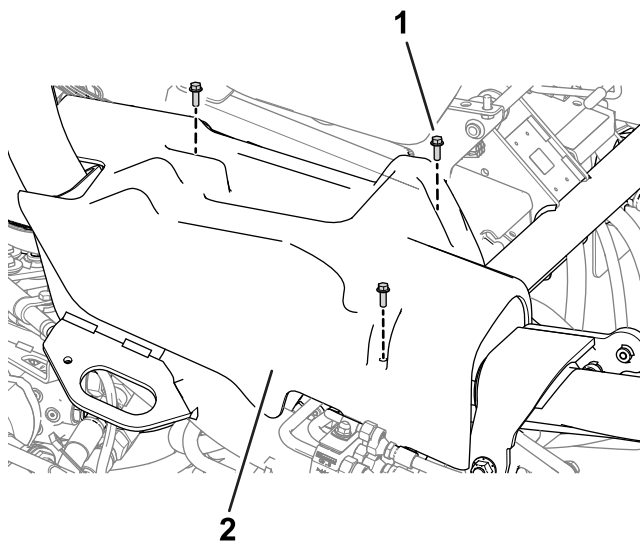

Figura 9
- 4. Remova a cobertura lateral direita (Figura 9) da máquina.
8. Instale a cobertura do lado direito da máquina (Figura 9).